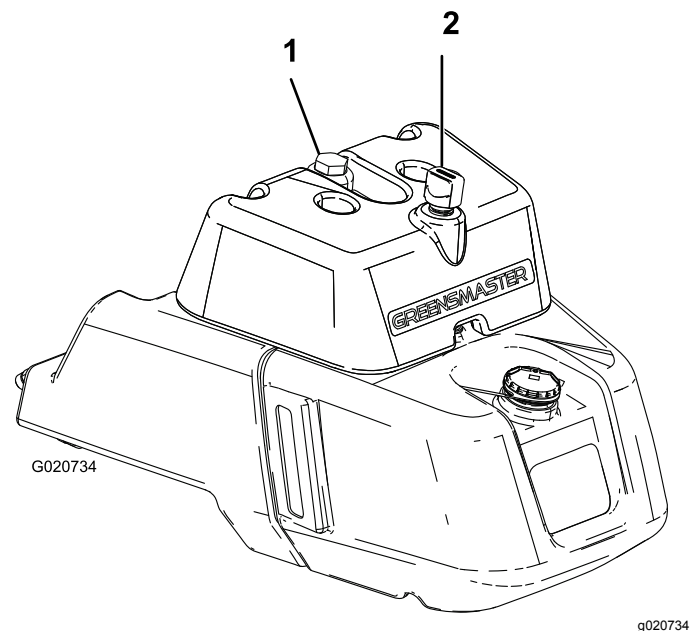

図 35
- 油圧オイルタンクに油量確認窓がついている場合は、そこで確認し**図 35**ステップ 5に進んでください。